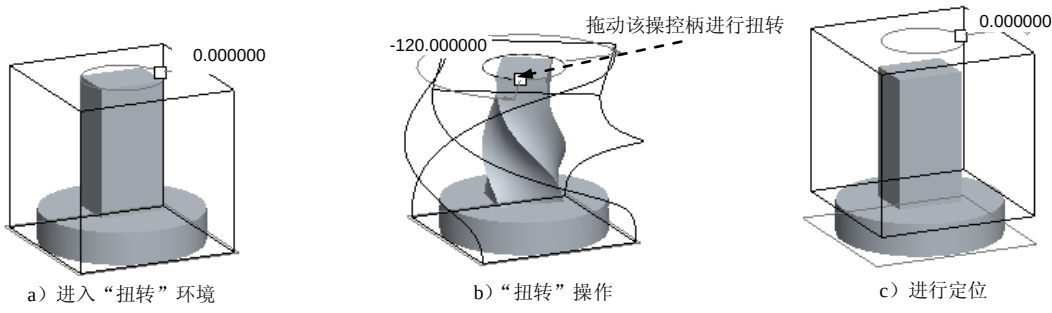

图 5.2.22 “扭转”操作
- 拖动图 5.2.22 b 中的控制柄可以进行扭转。
- 拖动面调整拉伸的起点和长度，拖动背景对**罩框**进行定位（按住 Shift 键不放，进行法向拖动），如图 5.2.22 c 所示。